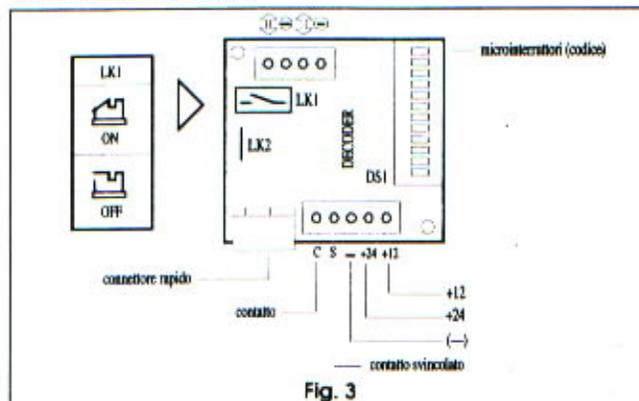

Fig. 3
- Den Schalter LK1 der Decoder-Platine auf OFF stellen (Abb. 3).
- 1) Sollte die Kontrolleuchte nicht blinken, überprüfen, ob der Schalter LK1 der Decoder-Platine (Abb. 3) auf ON geschaltet ist.
Die Decoder-Platine (Abb. 3) ist eine Karte für die Codeentschlüsselung.
Entschlüsselt den von Digicard gesendeten Code und vergleicht ihn mit dem Code, der an den 12 Mikroschaltern vorgegeben ist. Die Erkennung bewirkt eine Schaltung des elektrischen Kontaktes. Die Schnellschaltverbindung vereinfacht den Anschluß an die entsprechenden Geräte. Sollte deren Verwendung nicht möglich sein, verfügt die Decoder-Karte über eine herkömmliche Klemmenleiste (Abb.3).
Durch Unterbrechung der Brücke LK2 (Abb. 3) erhält man an den Klemmen C und S einen Leerkontakt (NO) (Stromfestigkeit 0,3 A bei 100VDC).